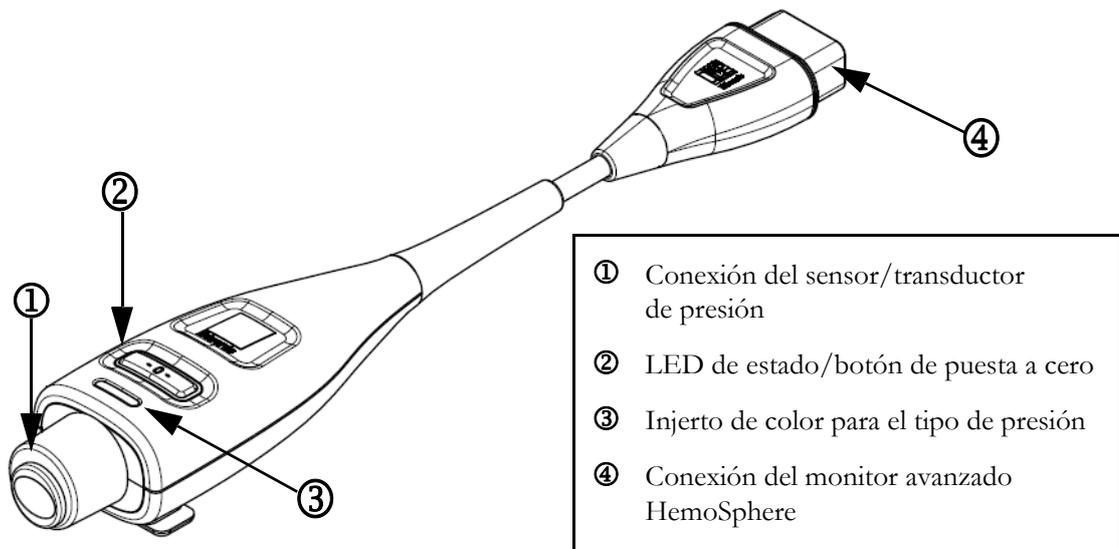

Figura 10-1 Cable de presión HemoSphere
El cable de presión HemoSphere es un dispositivo reutilizable que se conecta al monitor HemoSphere en un extremo ④ y a cualquier transductor de presión desechable (TPD) o sensor aprobado por Edwards en el otro ①. Consulte la figura 10-1 en la página 178. El cable de presión HemoSphere adquiere y procesa una única señal de presión de un TPD de Edwards compatible, como el TPD TruWave, o un sensor FloTrac. Se conecta un sensor FloTrac o Acumen IQ a un catéter arterial existente para obtener parámetros hemodinámicos mínimamente invasivos. Puede conectar un transductor TruWave a cualquier catéter de monitorización de presión compatible para obtener la presión intravascular basada en la ubicación. Consulte las instrucciones de uso proporcionadas con cada catéter para conocer las instrucciones específicas sobre su colocación y uso, y para conocer las advertencias, los avisos y las especificaciones pertinentes. El cable de presión HemoSphere puede monitorizarse a través de dos modos de monitorización de tecnología basados en el sensor/transductor emparejado: el modo de monitorización de los sensores **FloTrac** o **Acumen IQ** o el modo de monitorización de catéter **Swan-Ganz**. El modo de monitorización aparecerá en la parte superior de la barra de navegación (consulte la figura 5-2 en la página 87). El aspecto y los puntos de conexión del cable de presión HemoSphere se muestran en la figura 10-1.
Injerto de color para el tipo de presión. Si lo desea, puede utilizar un injerto del color adecuado en el cable de presión para indicar el tipo de presión monitorizada. Consulte ③ en la figura 10-1 a continuación. Los colores son los siguientes:
- Rojo para la presión arterial (PA)
- Verde para el gasto cardíaco (GC)
- 7 Utilice un movimiento recto hacia dentro o hacia fuera para acoplar el conector verde del sensor FloTrac cebado. El led del cable de presión en el entorno del botón de puesta a cero (consulte en ② en figura 10-1) parpadeará en verde, indicando que se ha detectado el sensor de presión. Si la luz es amarilla, significa que se ha producido un error. En este caso, consulte la barra de estado para obtener más información sobre dicho error específico.
Pulse el botón físico de puesta a cero  directamente en el cable de presión y manténgalo pulsado durante tres segundos (consulte la figura 10-1).